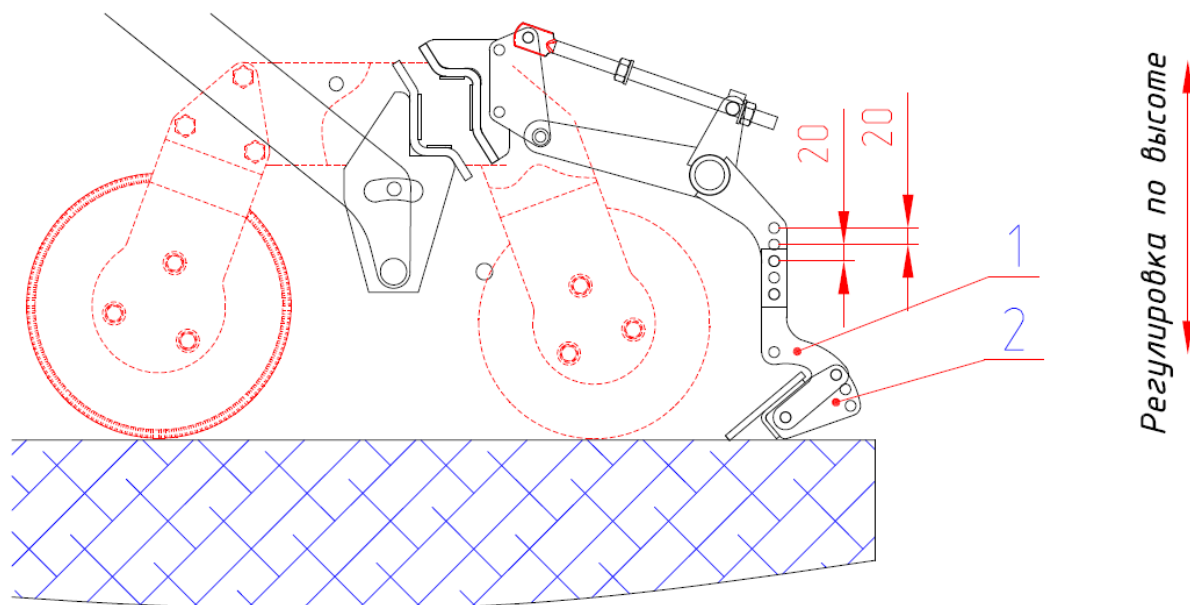

Рис.28 Регулировка планчатого выравнителя по высоте.
7.2.5 Регулировка планчатого выравнителя по высоте осуществляется переустановкой держателя 1 (рис.28) в соответствующие отверстия.
7.2.6 Регулировка планчатого выравнителя по углу осуществляется поворотом держателя 2 (рис.28а) относительно нижнего отверстия и фиксации держателя в соответствующих отверстиях. Угол положения планки можно устанавливать как в "активном" положении (рис.28а) так и в "пассивном" положении (рис.28б).
Рис.28а Регулировка планчатого выравнителя по углу (активное положение планки).